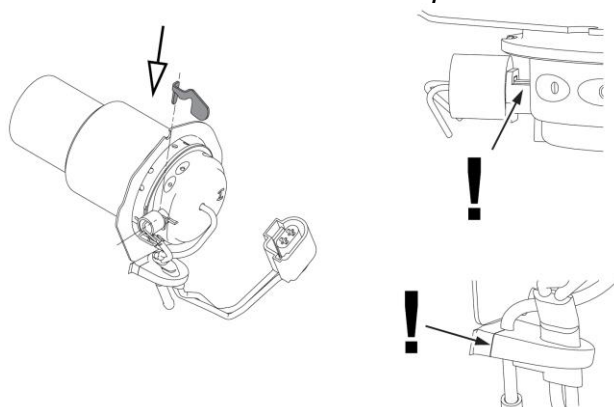
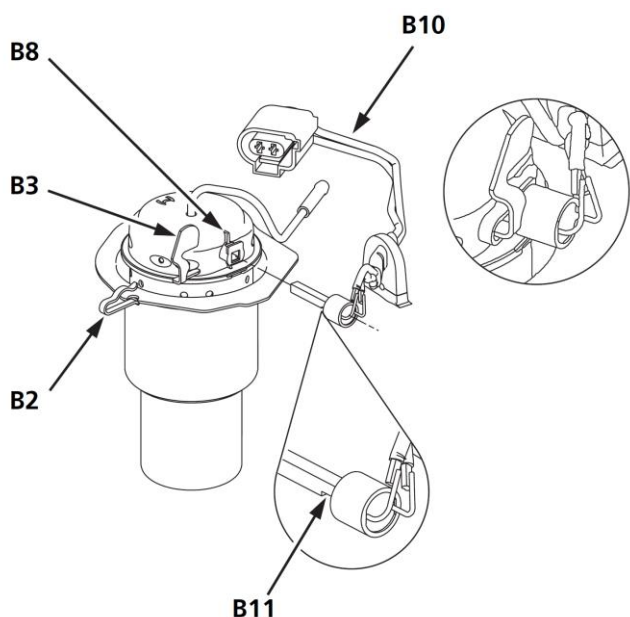

Рис. 911 Установите ребро охлаждения штифта накала
Рис. 914 Монтаж штифта накала
Установить штифт накала (B4) с пазом (B11, под керамикой) в направлении жаровой трубы (подробно см. рис. 914).
3. Удерживать рукой охлаждающее ребро (B3) в пазу (B11) в посадочном месте (B8) штифта накала (см. рис. 911 и рис. 914).
4. Сдвиньте удерживающую штифт накала пружину (B2) через охлаждающее ребро (B3) и посадочное место (B8) (ориентацию пружины B2 см. рис. 914).